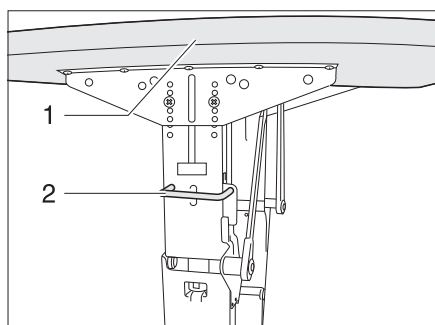

Fig. 54 Dispositif de verrouillage table pivotante à monture métallique
- Basculer la poignée (Fig. 54,2) vers le haut.
- Faire pivoter le plateau de table (Fig. 54,1) vers le bas, dans un arc de cercle, jusqu'à ce que la poignée s'enclenche.